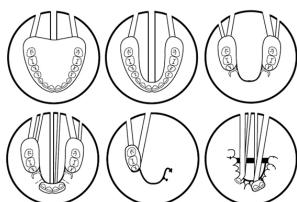

Figure 1. Spruing Techniques
- Maak of plaats gietgaten in de mal van hydrocolloid of silicone zoals getoond in afbeelding 1.